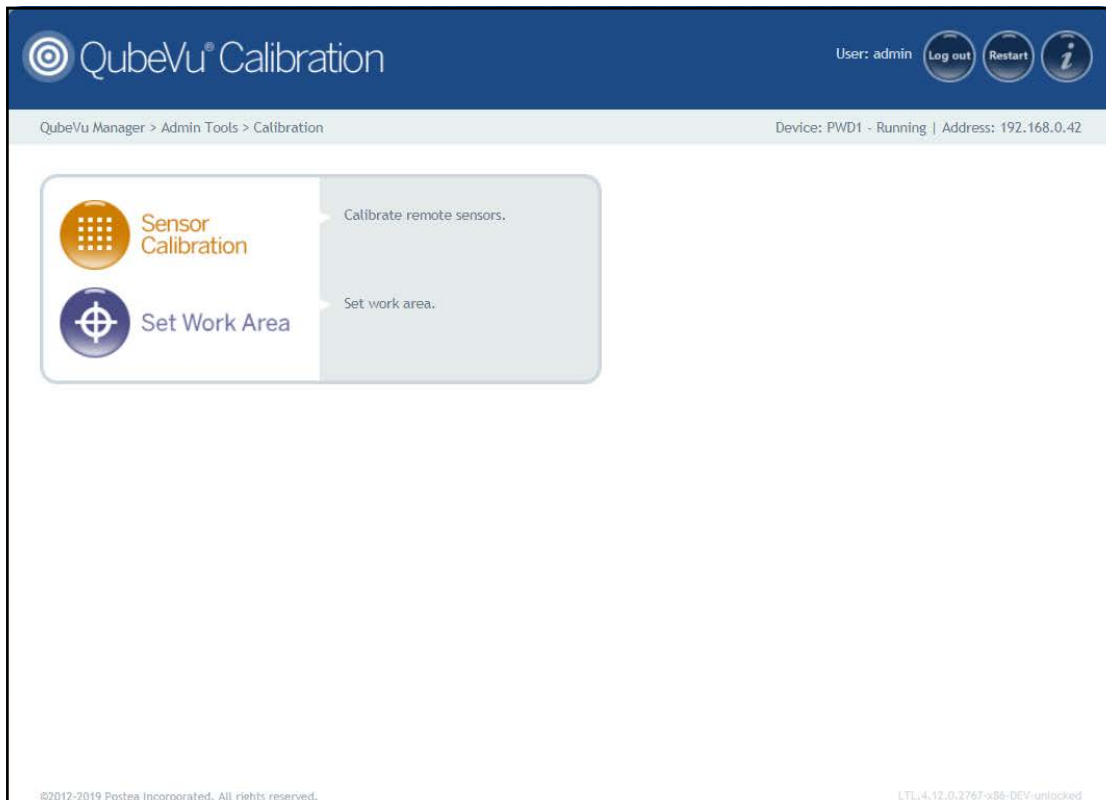

Figura 5-3. Menu Calibration (Calibrazione)
1. Premere  nel menu **Calibration** (Calibrazione) (Figura 5-3 a pagina 23) per accedere al menu **Remote Sensors Calibration** (Calibrazione sensori remoti).
1. Premere  **Set Work Area** nel menu **Calibration** (Calibrazione) (Figura 5-3 a pagina 23) per accedere al menu **Set Work Area** (Impostazione area di lavoro).